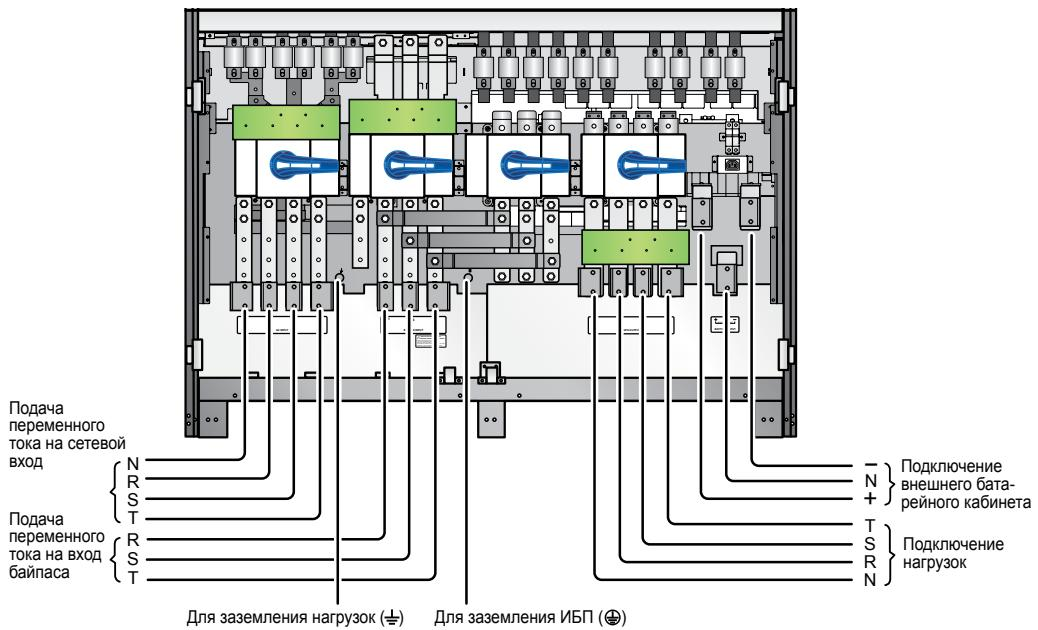

Рис. 5-13. Схема подключения в конфигурации с двумя входами (одиночный ИБП)
- 3** Подключите кабели к зажимам сетевого входа, входа байпаса, выхода ИБП и входа питания от батарейного кабинета. См. *Рис. 5-13* и раздел *5.5.3 Подключение внешнего батарейного кабинета Delta*.
- 4** Нейтральный проводник источника переменного тока, подключенного к входу байпаса, подключите к зажиму нейтрали (N) сетевого входа.
- 3** Подключите кабели к зажимам сетевого входа, входа байпаса, выхода ИБП и выхода питания от батарейного кабинета. См. *Рис. 5-13, Рис. 5-15 и 5.5 Подключение внешнего батарейного кабинета Delta*.